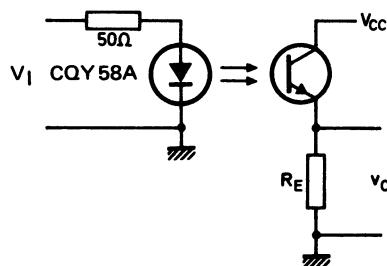

Fig. 2
2) Voir Fig. 2 et 3 : Circuit de mesure et définition.